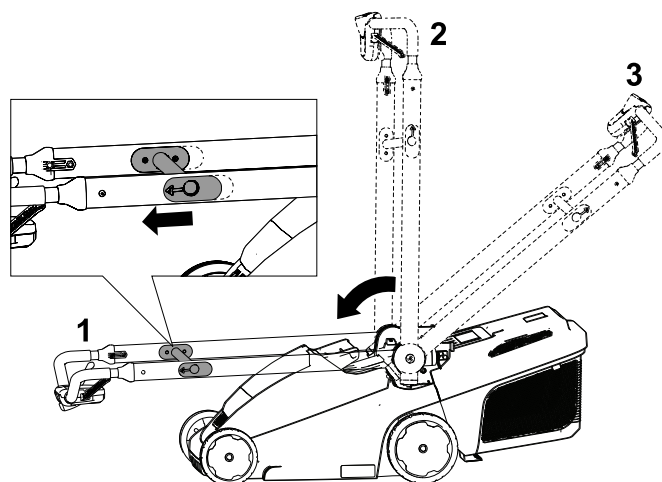

Figura 21
2. Trageți elementul de eliberare a barei de ghidare spre mânerul superior pentru a elibera închizătorul de mâner (Figura 21).
3. Plițiți mânerul până la jumătate în față, în poziție verticală sau complet în față, în poziție pliată vertical, așa cum se arată în Figura 21.